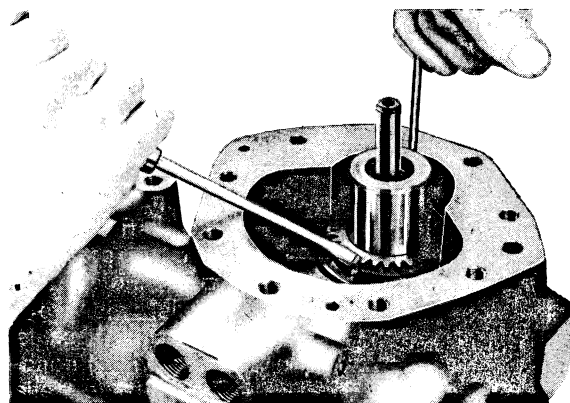

Fig. 14.
- Meeneemstift (187) naar binnen drukken (fig. 14), tandschijf (183) 180° verdraaien en uit het huis nemen.
- Enfoncer l'entraîneur (187) (fig. 14), tourner le disque denté (183) de 180° et le sortir du boîtier.